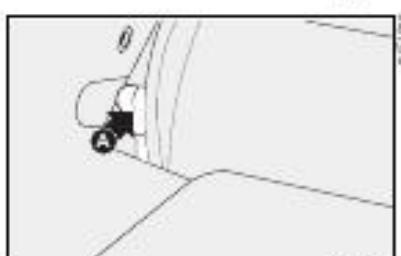
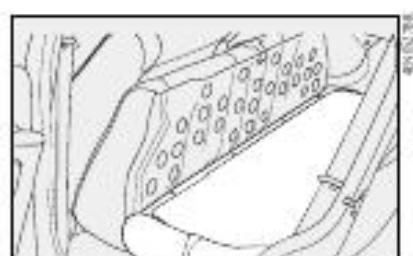

fig. 96
fig. 97
5) Rebater para a frente o encosto **fig. 96** do banco traseiro passando pelos cintos de segurança traseiros de modo a obter um único plano de carga no compartimento de bagagens **fig. 97**.